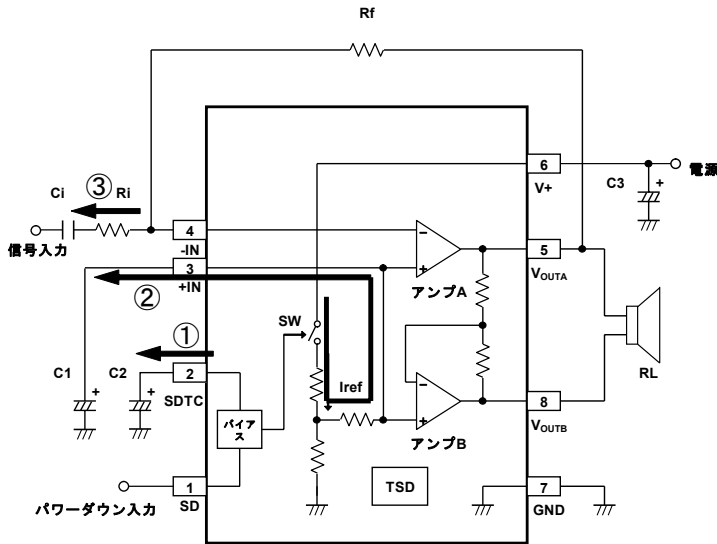
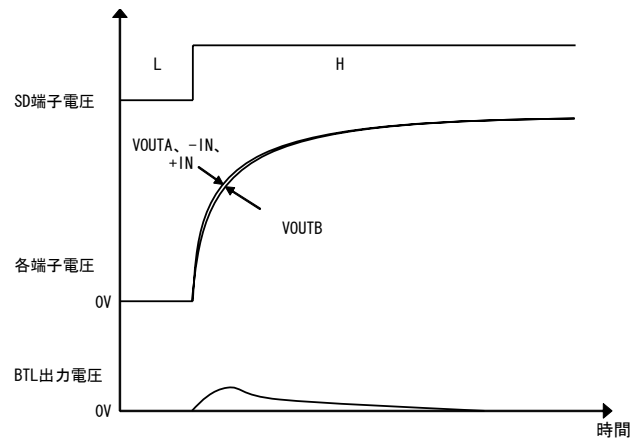

図2 ボツ音発生動作
図3 SD端子切り換え時各端子電圧
図 2、図 3 を用いて、ポツ音の発生と低減の動作を詳細に示します。上記 (i) を満足する素子定数を選択している場合。まず、シャットダウン状態では電源電圧以外の端子電圧は 0[V] 付近にあります。SD 端子が切り替えられると、内部スイッチ SW が短絡し、①、②の経路で C_1 、 C_2 を充電すると同時に、バイアス電流も流れ始め、アンプを動作させます。アンプ A は -IN 端子を +IN 端子の電圧と等しくなるように動作します。このとき、 V_{OUTA} と -IN はほぼ同電位になり、 V_{OUTB} もほぼ同電位になります。しかし、実際には V_{OUTA} 、 V_{OUTB} の出力にわずかな差電圧が発生し、それがポツ音となります。 C_1 、 C_2 を大きくすれば、出力がバイアス DC 電圧に上がるのを遅くすることができます。ポツ音の発生も小さくすることができます。